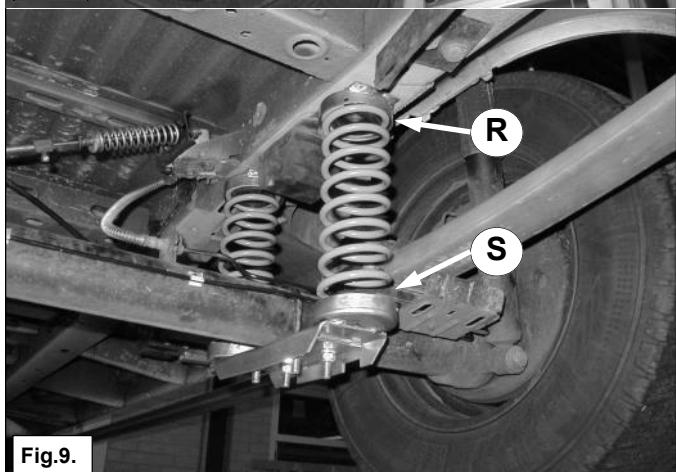

Fig.9.
- Soulevez le véhicule hors des ressorts. Placez les caoutchoucs R (en haut) et S (en bas) dans les supports de ressort et installez le ressort auxiliaire C en le comprimant fortement dans la coupelle inférieure, puis placez-le dans la coupelle supérieure. Cf. fig. 9.